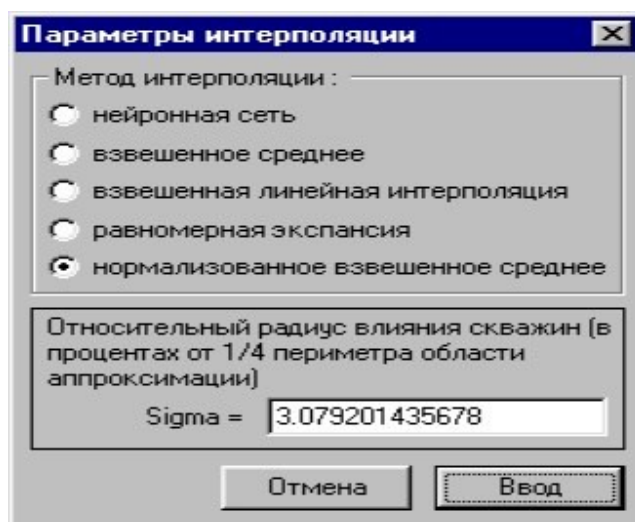

Рисунок 16.14 Параметры интерполяции
3. Для уточнения поверхности вблизи скважин проводится интерполяция (рисунок 16.14) (расчет Поправки).